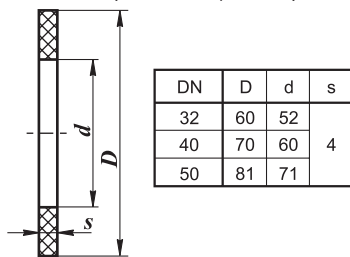
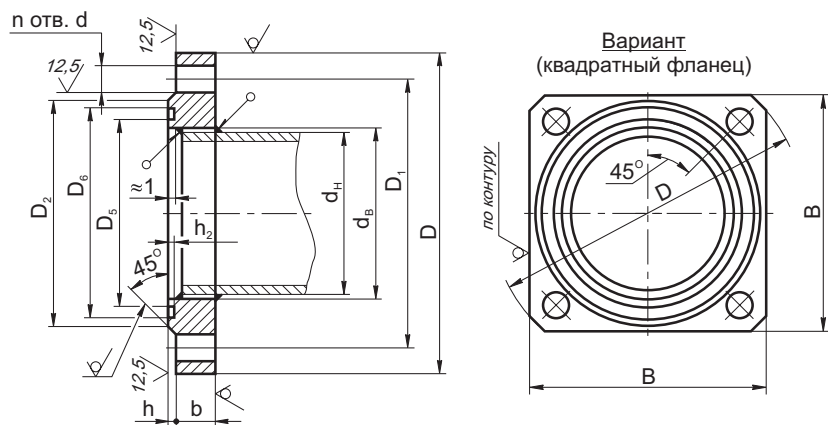

Рис. 3. Прокладка из резины листовой марки МБС
Рис. 4. Фланцы по ГОСТ 33259-2015 (исполнение уплотнительных поверхностей - D)
4.2.7 Монтаж фланцевых соединений выполнить с применением прокладок из резины МБС средней твердости (Рис. 3). Ответные фланцы - стальные приварные по ГОСТ 33259-2015 (Рис. 4).